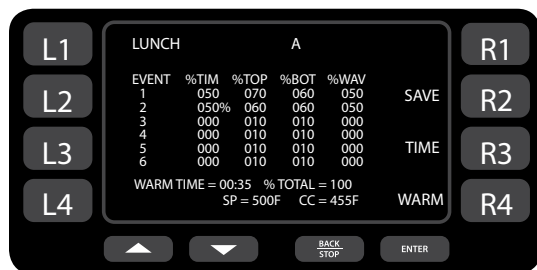

Figure 19 : écran de modification d'une recette
5. À partir de l'écran « Recipe Edit » (modifier recette) (figure 19), modifier le nom du groupe de recettes :